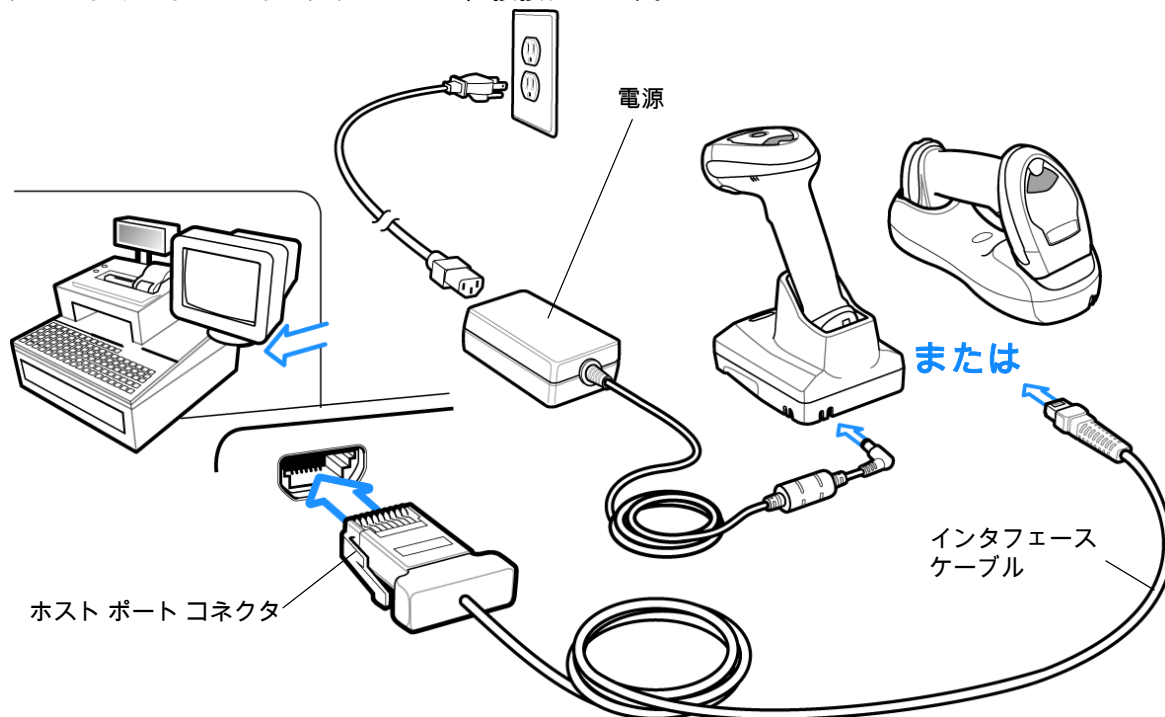

図 9-1 IBM 直接接続
- ✓ **注** 必要なインタフェース ケーブルは、構成に応じて異なります。図 9-1 に示したコネクタは、あくまでも例です。実際には、別のコネクタが使用される場合もありますが、クレードルの接続手順は同じです。